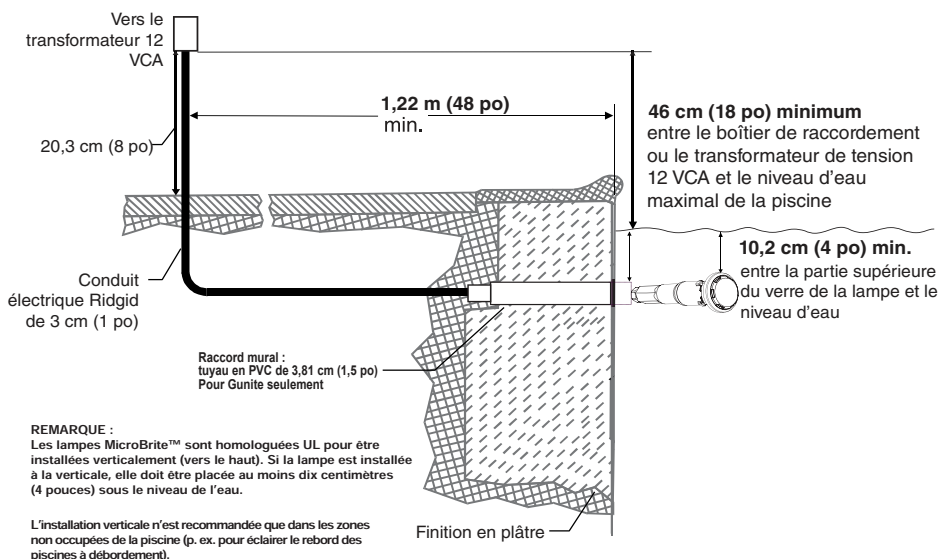
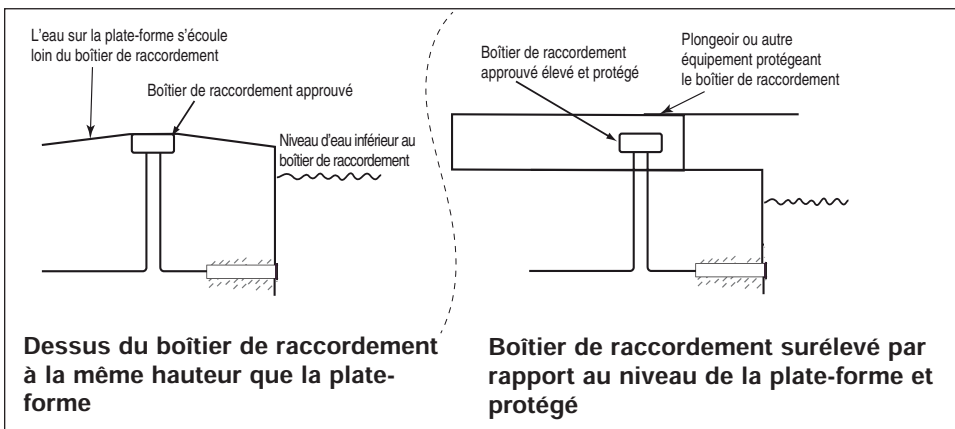

Figure 1.
Figure 2, Canada.
**AVANT DE COMMENCER :** Les informations qui suivent décrivent les tâches qui doivent être effectuées par un électricien *avant* l'installation du raccord mural. Voir Figure 1 à la page 7.
- Le boîtier de raccordement et le transformateur basse tension se situent à au moins quatre (4) pouces (10,16 cm) au-dessus du niveau du sol ou de huit (8) pouces (20,3 cm) au-dessus du niveau d'eau maximal, selon le plus élevé. Placez le boîtier de raccordement à au moins 48 po (1,22 m) du bord de la piscine. Voir Figure 2 à la page 8.
- Le boîtier de raccordement installé à la plate-forme doit être scellé au conduit pour empêcher l'eau de s'infiltrer (voir la figure 2 ci-dessous).
2. Coupez le surplus de câble au transformateur de 12 VCA ou au boîtier de raccordement. Laissez au moins 15,2 cm (6 po) de câble dans le boîtier de raccordement ou le transformateur pour faciliter l'inspection de l'installation de la lampe dans le raccord mural. Coupez toute longueur de cordon supplémentaire. Voir la figure 1 à la page 5 pour connaître les étapes d'installation d'un boîtier de raccordement aux États-Unis et la figure 2 à la page 6 pour l'installation au Canada.
3. Branchez les deux (2) conducteurs aux fils du circuit correspondants dans le boîtier de raccordement. Fixez le couvercle du boîtier de raccordement.
- Le boîtier de raccordement et le transformateur basse tension se situent à au moins quatre (4) pouces (10,16 cm) au-dessus du niveau du sol ou de huit (8) pouces (20,3 cm) au-dessus du niveau d'eau maximal, selon le plus élevé. Placez le boîtier de raccordement à au moins 48 po (123 cm) du bord de la piscine. Voir Figure 1 à la page 8.
- Le raccord mural de la lampe MicroBrite doit être installé de façon à ce que le bord supérieur du verre de la lampe MicroBrite soit situé au moins 10,16 cm (4 po) plus bas que la surface de l'eau de la piscine ou du spa, mais pas plus de 123 cm (48 po) au Canada. Voir Figure 1 à la page 8.